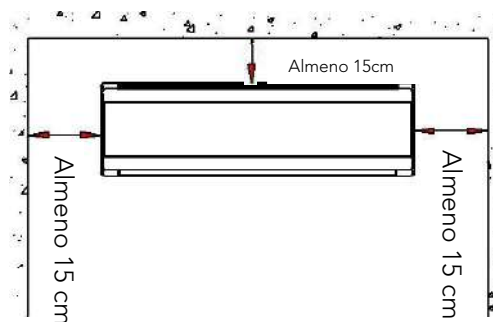

Fig 1
- Garantire la distanza richiesta in Fig.1.
- Il retro dell'unità interna deve essere vicino al muro (Fig.1)